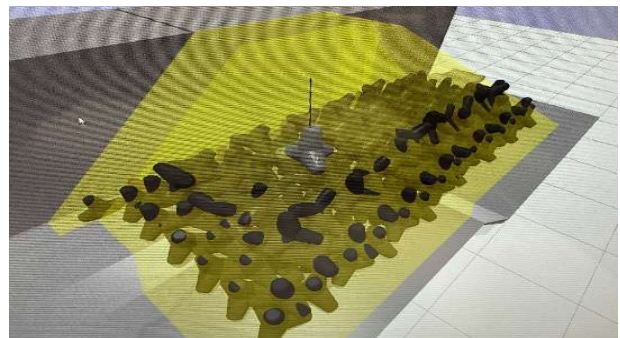

図1 据付シミュレーション
- ① 据付シミュレーションシステム：当システムは消波ブロックの配置検討を PC 上の 3 次元モデルで実現するものである。今回は約 400 個の消波ブロックの据付に対するシミュレーションを実施し、据付位置の決定と位置座標の取得を効率良く行った (図 1)。